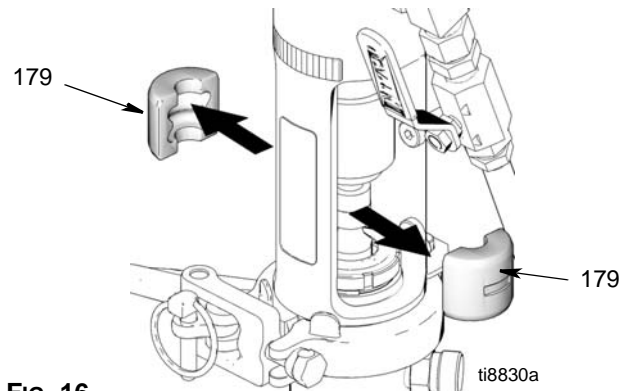

FIG. 16
6. (Abb. 16) Stangenkupplungen (179) entfernen.